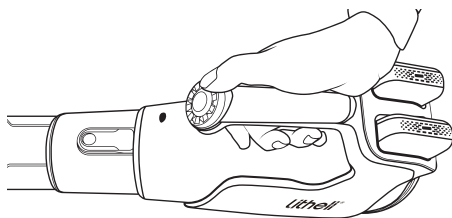

Fig. 5
- b. Appuyez sur l'interrupteur marche/arrêt et maintenez-le enfoncé : le souffleur est maintenant en marche. (Fig. 5)